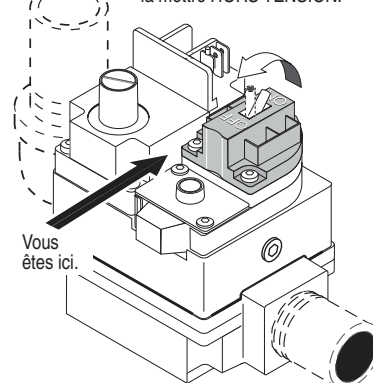

Figure 29.
- Soupape de type commutateur** : Tirer le commutateur vers soi afin de fermer l'arrivée du gaz, voir la **Figure 29**.
- Attendre cinq (5) minutes que tout gaz se dissipe. **ARRÊTER** si une odeur de gaz est détectée. Suivre la consigne « B » dans la section « AVANT LA MISE EN ROUTE » (page 32). Passer à l'étape suivante en l'absence de gaz.
- Soupape de type commutateur** : Tirer vers soi afin de fermer l'admission du gaz, voir la **Figure 29**.